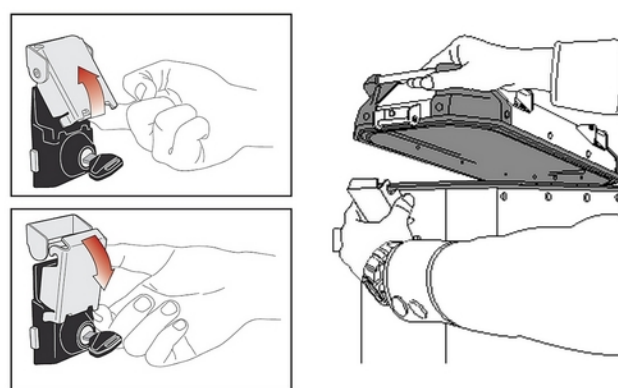

図 A2
2. キーシリンダー上部にあるフラップ（ロック金具）の左右のノブを指でつまみ、金具下側を手前に引き寄せながら全体を上押し、金具のツメと蓋ロックバーとの勘合を外し、フラップ（ロック金具）を完全にフリーの状態にします。（図 A2 参照）
3. 蓋に設けられたグリップバー（キーシリンダー側）をしっかりと持ち、フラップ（ロック金具）の勘合部に引っ掛からないよう注意しながら蓋を開けます。（図 A2 参照）